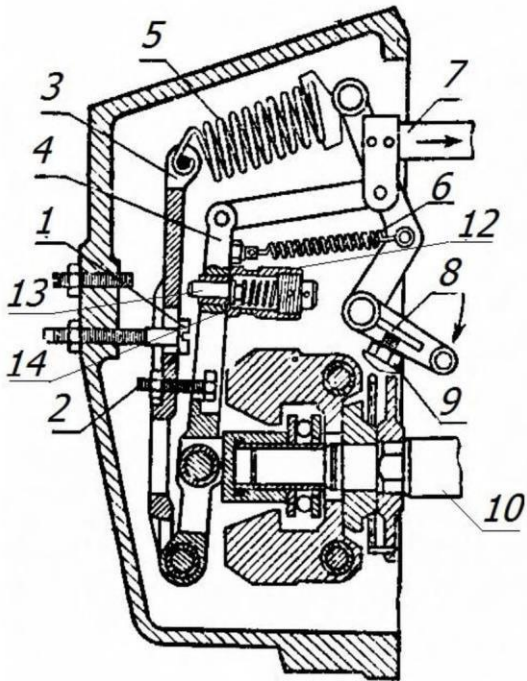

Рис.4. Схема регулятора
6. По рис. 4 описати роботу регулятора на одному із режимів.